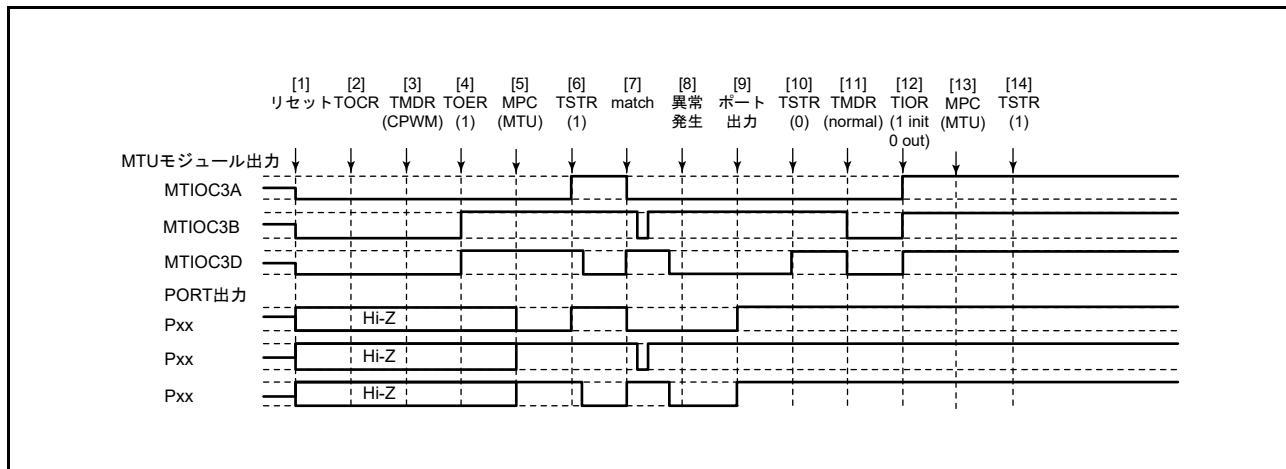

図 20.147 相補 PWM モードで異常が発生し、ノーマルモードで復帰する場合
相補 PWM モードで異常が発生し、再設定後ノーマルモードで再スタートする場合の説明図を図 20.147 に示します。
- [1] ~ [10] は図 20.147 と共通です。
(23) 相補 PWM モードで動作中に異常が発生し、相補 PWM モードで再スタートする場合の動作
[1]～[10]は図 20.147 と共通です。
(25) 相補 PWM モードで動作中に異常が発生し、リセット同期 PWM モードで再スタートする場合の動作
(26) リセット同期 PWM モードで動作中に異常が発生し、ノーマルモードで再スタートする場合の動作